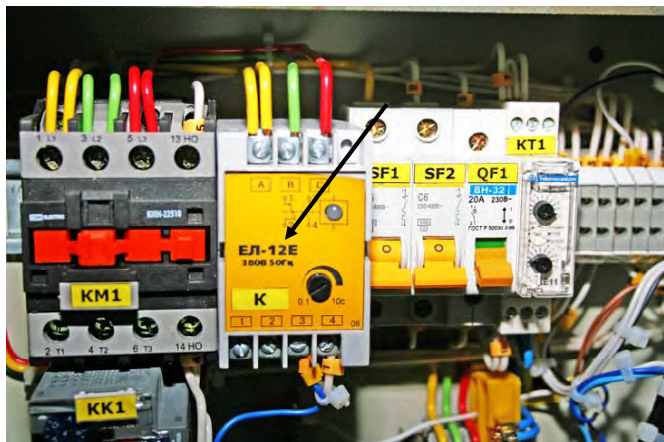

Рисунок 6
**ВНИМАНИЕ:** ДЛЯ ОБЕСПЕЧЕНИЯ ЗАЩИТЫ КОМПРЕССОРА, ОТ НЕПРАВИЛЬНОГО ПОДКЛЮЧЕНИЯ К ВНЕШНЕЙ ЭЛЕКТРИЧЕСКОЙ СЕТИ УСТАНОВЛЕНО РЕЛЕ КОНТРОЛЯ ФАЗ ЕЛ-12Е (РИСУНОК 6). РЕЛЕ ОБЕСПЕЧИВАЕТ ПРАВИЛЬНОЕ ВРАЩЕНИЕ ПРИВОДА КОМПРЕССОРА - ПРОТИВ ЧАСОВОЙ СТРЕЛКИ.